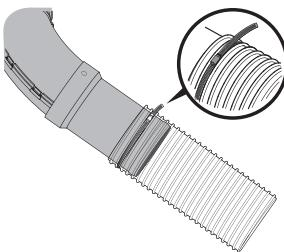

Figure 24
- Installez la goulotte supérieure et la rallonge dans le boyau flexible comme indiqué dans la Figure 24. Placez le tout sur la bande autocollante en caoutchouc de la rallonge de la goulotte précédemment installée.
NOTE : Placez le collier de serrage de sorte qu'il s'aligne sur la bande autocollante en caoutchouc de la rallonge de la goulotte. Placez l'excédent du collier de serrage en bas vers l'intérieur et la vis de serrage du collier doit faire face vers l'extérieur. Voir l'encadré de la Figure 24.